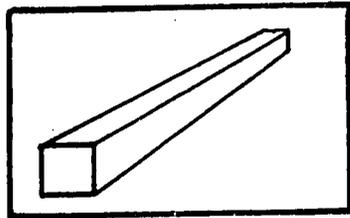

Fig. 4 - Caja para la prueba de la caja.
(1) Tome un puñado de tierra colada seca y humedézcala hasta que sea posible formar una bola con ella cuando se apriete con la mano, pero de manera que no deje más que una ligera señal de agua en la palma de la mano.
- (2) Suelte la bola desde una altura de un metro más o menos para que caiga en suelo duro. Si la bola se rompe en algunas partículas pequeñas, la calidad de empaque es buena. Si se desmorona toda, no es buena.
18. Prueba de la Caja. La prueba de la caja es una guía para la proporción correcta de tierra-cemento. Mide el encogimiento de tierra que no tiene estabilizador. La caja deber tener estas medidas interiores: 60 cm X 4 cm X 4 cm (24 X 1.5 X 1.5 inches) (ver Fig. 4).